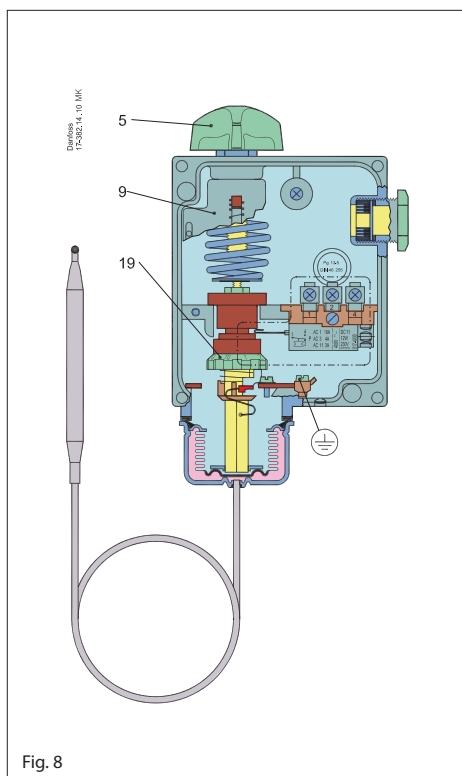

Fig. 8
2. A l'aide du bouton manuel (5), régler le thermostat sur 70 °C (fig. 8).